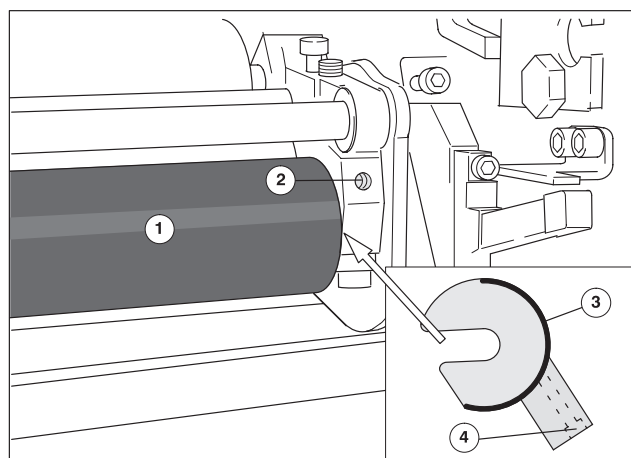

Рис. 24 Монтаж брызгозащитного щитка на стороне привода
После чистки или после монтажа аппарата увлажнения установите брызгозащитные щитки на обеих сторонах дозирующего валика (Рис. 24/①).
- ① Надвиньте брызгозащитный щиток (Рис. 24/③) выемкой на ось дозирующего валика (Рис. 24/①).
- ② Поверните вверх до упора брызгозащитный щиток с держателем.
- ③ Вкрутите винт с внутренним шестигранником (Рис. 24/④) в отверстие на увлажняющем валике (Рис. 24/②) и затяните до отказа (инструментом печатника).
- ④ Таким же образом закрепите брызгозащитный щиток на другой стороне.